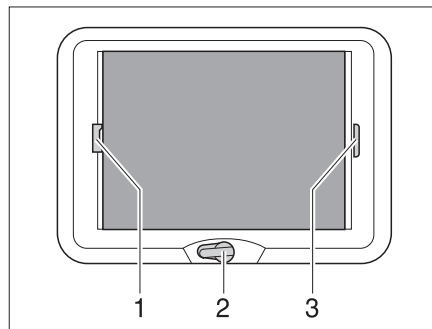

Fig. 89 Claraboya de manivela
- Girar la manivela (Fig. 89,2) hasta que se note resistencia (ángulo de apertura máx. 70°).
*Cerrar:* ■ Tirar del asidero (Fig. 89,3) del estor plegable y soltarlo en la posición deseada. El estor plegable se queda fijo en esta posición.
*Cerrar:* ■ Tirar del asidero (Fig. 89,1) de la protección contra insectos hacia el asidero opuesto del estor plegable (Fig. 89,3) y hacerlos engatillar.
*Abrir:* ■ Presionar el tirador de la protección contra insectos (Fig. 89,1) por la parte de atrás hacia arriba y desengancharla del estor plegable (Fig. 89,3).